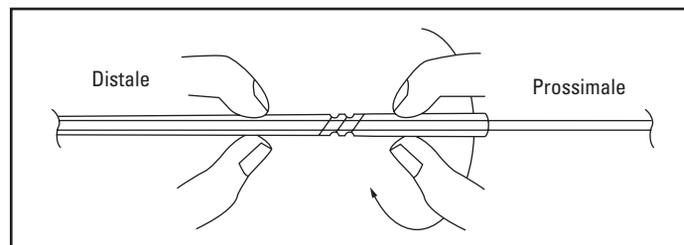

Figura 9. Bloccaggio tramite rotazione in senso orario
- Bloccare in posizione il sistema per occlusione a fibre IDC Interlock - 35 premendo leggermente la guaina introduttore su entrambi i lati del meccanismo di bloccaggio a rotazione, quindi ruotarne il lato prossimale in senso orario (Figura 9).